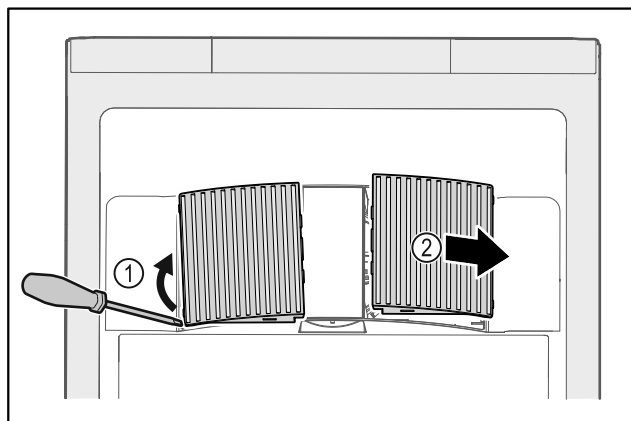

Fig. 234
- Z boku opatrně vytáhněte ventilátorové kryty Fig. 234 (1) a sejměte je směrem dopředu Fig. 234 (2).